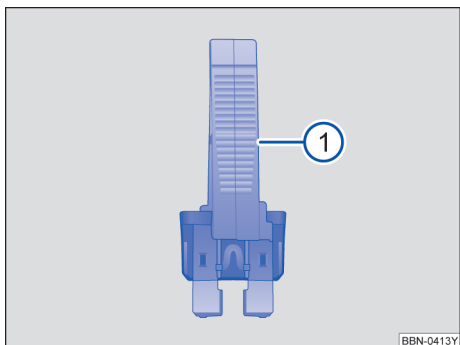

图 159 用塑料夹钳拔出或插入保险丝：扁平插入式保险丝
- 必要时将塑料夹钳 → 图 159 从相应保险丝盒的盖板中取出。
- 如果保险丝已烧断，用一个具有相同电流强度（相同颜色和相同印刷文字）和相同尺寸的新保险丝更换 → ①。